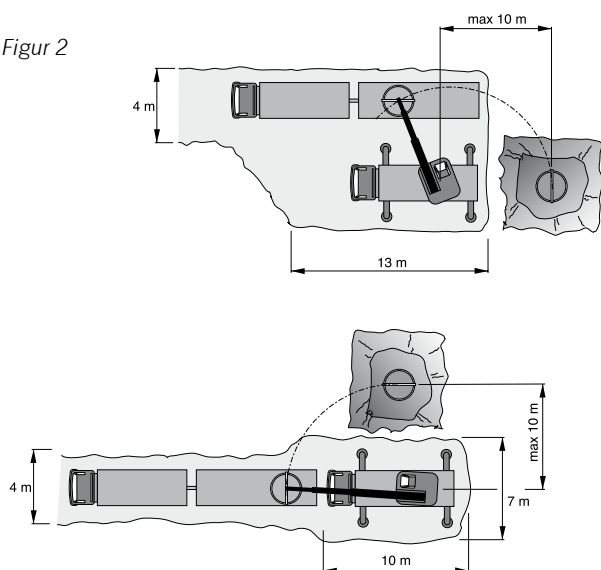

Figur 1c
7. Montera PE-halsen F (figur 1) genom att smörja packningen E och trycka ned halsen med packning i urtaget på täckplattan (figur 1c).